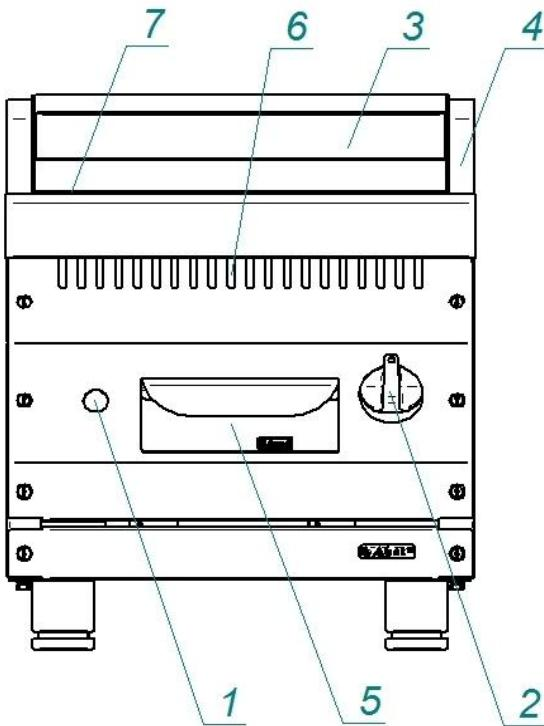

Рис. 1.Лава-гриль
4.1. Устройство газового гриля показано на Рис. 1.
Нажмите на ручку крана горелки и поверните ее против часовой стрелки, установив символ искры зажигания \star напротив метки на панели управления (рис. 2а). Нажав до упора, одновременно произведите поджог газа при помощи пьезорозжига. Удерживайте ручку крана в течение не менее 15 секунд, после чего отпустите. После проведения вышеуказанных операций необходимо проконтролировать наличие горения газа, для чего необходимо посмотреть в смотровое окно 6 (рис.1), в котором можно наблюдать наличие пламени. Пламя должно быть устойчивым. Если пламя не горит, повторите операцию.